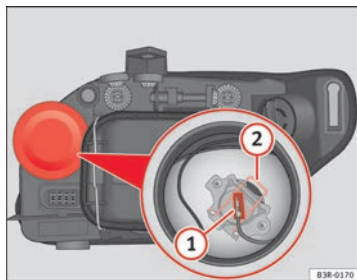

Abb. 193 Fernlicht
- Ziehen Sie den Stecker ⇒ Abb. 193 **1** von der Lampe ab.
- Die Haltefeder ⇒ Abb. 193 **2** durch Eindrücken und Rechtsdrehung abnehmen.